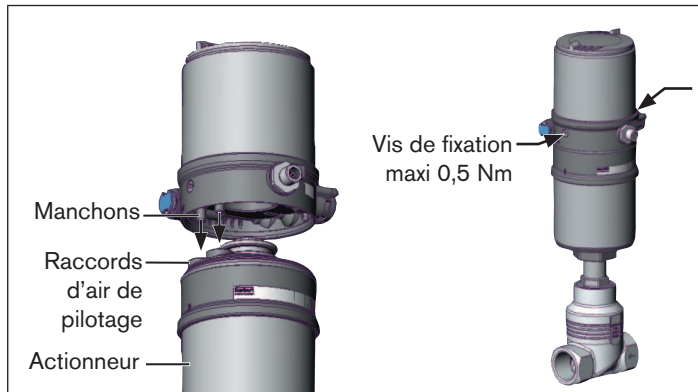

Fig. 5 : Montage du positionneur, séries 2103, 2300 et 2301
- que les manchons du positionneur entrent dans les raccords d'air de pilotage de l'actionneur (voir également « Fig. 5 »).